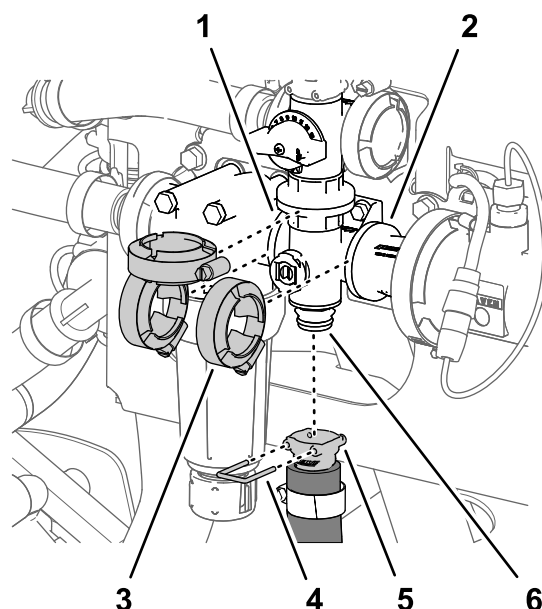
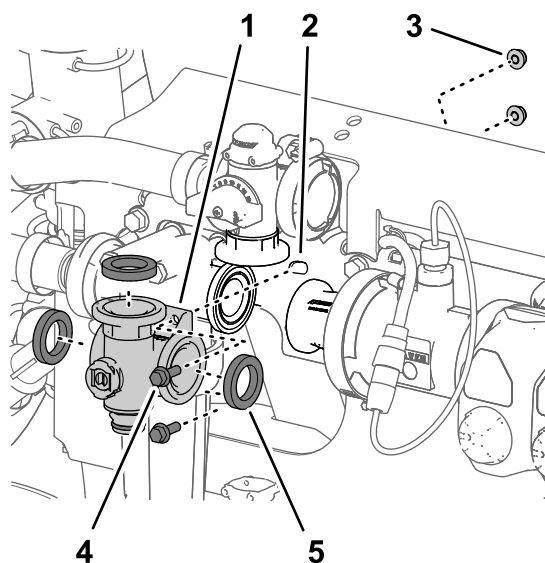

Figure 121
Figure 120
1. Alignez la bride du collecteur de la vanne d'agitation et les 3 joints sur les brides de la vanne de dérivation d'agitation, de la tête du filtre sous pression et de l'adaptateur d'accouplement (Figure 121 et Figure 120).
2. Fixez légèrement le collecteur de vanne d'agitation à la vanne de dérivation d'agitation, la tête du filtre sous pression et l'adaptateur d'accouplement (Figure 121) à l'aide des 3 colliers que vous avez retirés à la section Dépose de la valve du collecteur d'agitation \(page 85\).
5. Serrez les 3 colliers bride à la main (Figure 121).
6. Fixez le raccord rapide du flexible d'agitation au raccord rapide du collecteur de vanne d'agitation à l'aide de l'étrier de fixation (Figure 121).